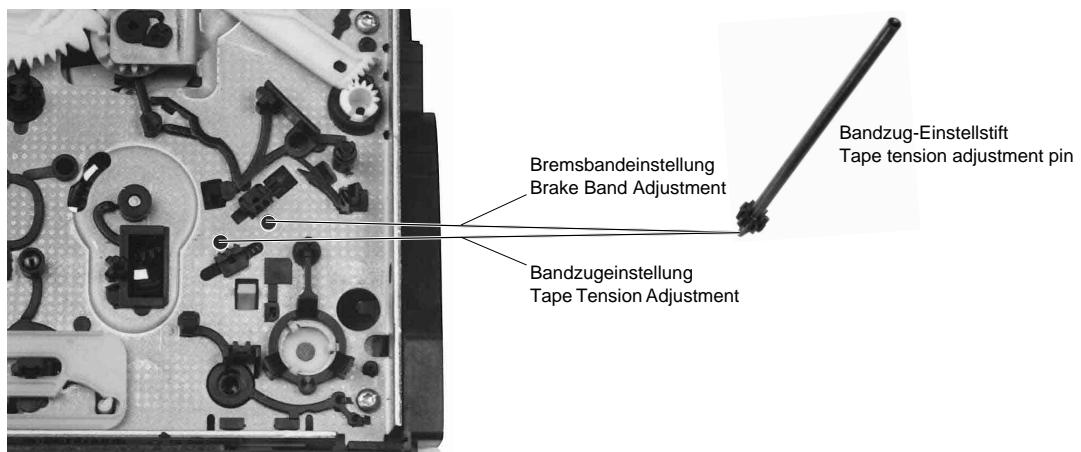
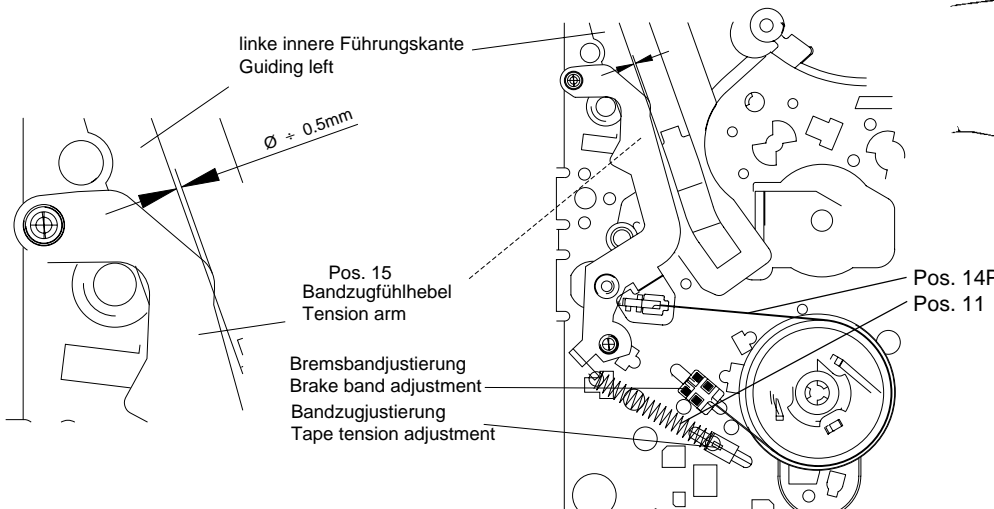

Fig. 26
Fig. 27
- Mittels Bandzug-Einstellwerkzeug (von der Unterseite des Laufwerks, Fig. 26) das Bremsband (Fig. 27, Pos. 14P) so einstellen, daß die Nase des Bandzugfühlers (Pos. 15) deckungsgleich mit der linken inneren Führungskante der Führung links ist (Fig. 27).
- Mit dem Bandzug-Einstellwerkzeug die Feder (Fig. 27, Pos.11) auf einen Bandzug von $0,24N \pm 0,02N$ ($24g \pm 2g$) einstellen (Fig. 27).
- Adjust the brake band (Fig. 27, Pos. 14P) by means of the tape tension adjusting tool (from the underside of the tape deck, Fig. 26) so that the edge of the elbow of the tape tension arm (Pos. 15) overlaps with the left inner edge of the left guide (see Fig. 27).
- Adjust the spring (Fig. 27, pos.11) to a tape tension of $0.24N \pm 0.02N$ ($24g \pm 2g$) by means of the tape tension adjustment tool (Fig. 27).